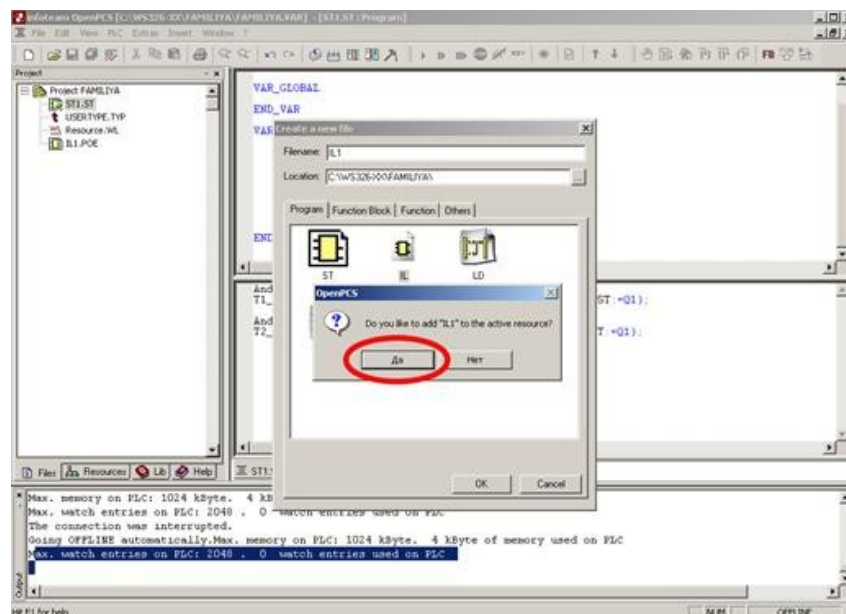

Рис. 19
1. Остановите работу симулятора, закройте его и разорвите соединение. Создайте новый файл IL с именем IL1. Поскольку ресурс для работы с симулятором уже создан, то все последующие задачи будут добавляться к нему (рис.19).